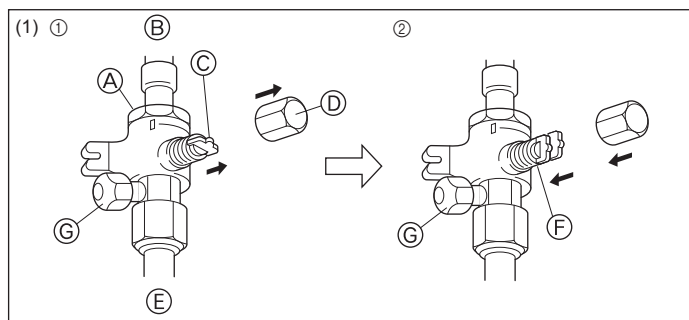

Fig. 4-9
- Αν η πίεση μειωθεί στα βήματα (2) ή (3), τότε υπάρχει διαρροή αερίου. Αναζητήστε την αιτία της διαρροής.
- Πλευρά αερίου (Fig. 4-9)